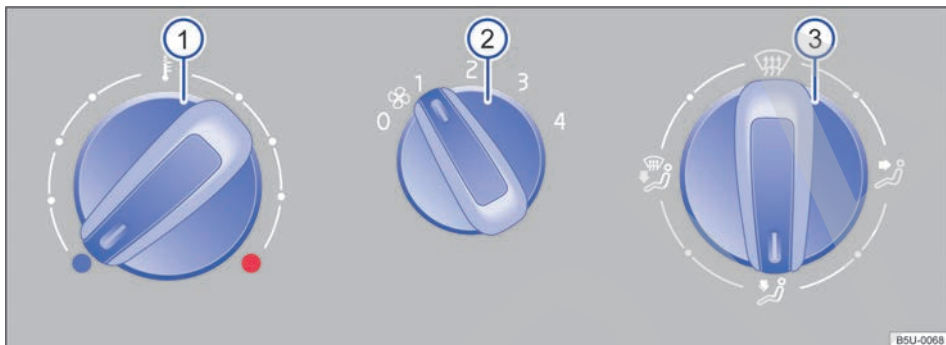
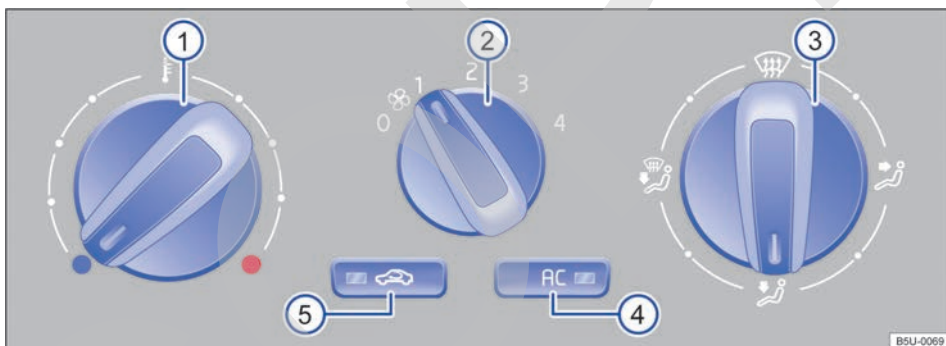

Fig. 117 En la consola central: comandos de la calefacción y la ventilación.
Fig. 118 En la consola central: comandos del aire acondicionado.
Tecla, regulador	Información complementaria del sistema de calefacción y ventilación ⇒ fig. 117 y aire acondicionado ⇒ fig. 118.
- En vehículos con sistema de calefacción, colocar el regulador de la temperatura ⇒ fig. 117  totalmente hacia la derecha, para la posición máxima de calefacción.
- Colocar el regulador de la distribución de aire ⇒ fig. 118 ③ en la posición .
- Colocar el ventilador ② en la etapa 3 o 4.
- Apretar la tecla  ④ para conectar el sistema de refrigeración. La luz de control debe encenderse en la tecla. El modo de recirculación del aire se desconecta automáticamente y la luz de control en la tecla  ⑤ se apaga.
- Colocar el regulador de la temperatura ① en la posición deseada.